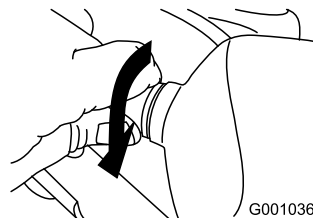

Bild 54
5. Drehen Sie den Sockel der Glühbirne nach rechts, bis er fest sitzt (Bild 54).